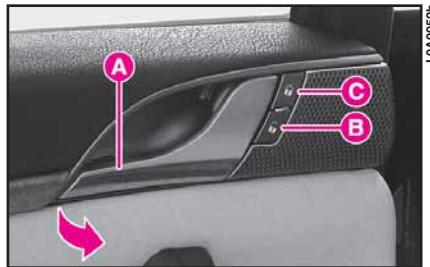

fig. 36
**Con el dispositivo dead lock activado, si se presiona el botón de la manilla externa de una puerta mientras se acciona el mando a distancia para desbloquear las cerraduras, sólo la manilla interna de la puerta en la que se realiza la maniobra podría resultar desconectada siendo imposible abrirla desde el interior. Para restablecer el funcionamiento normal, es suficiente presionar el pulsador de cierre centralizado de las puertas ubicado en el mando a distancia o el pulsador de desbloqueo B (fig. 36) situado en el panel de una de las puertas.**
Para abrir la puerta, aunque la cerradura esté bloqueada, tire de la manilla A (fig. 35 puertas delanteras - fig. 36 puertas traseras) situada en la parte superior del panel.